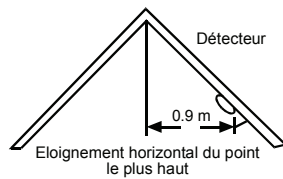

Figure 9. Emplacements recommandés pour l'installation de détecteurs de fumée dans des pièces dont le plafond est en pente, à faite ou à pignon
- Si certaines de vos pièces ont un plafond en pente, ou un plafond qui comporte un faîte ou encore un pignon, essayez de monter les détecteurs à 0,9 mètre (3 ft.), mesure prise à horizontalement, du point le plus haut du plafond comme illustré dans la figure 9.